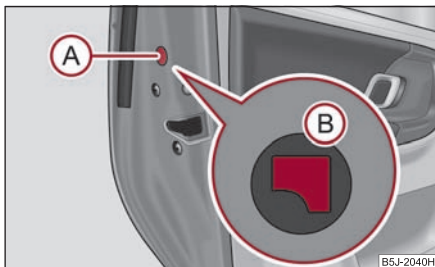

Fig. 38 Încuierea de urgență a ușii
- Îndepărtați capacul (A) ⇒ fig. 38.
- Introduceți cheia în orificiul de sub capac și apăsați maneta (B) în interior până la limită.